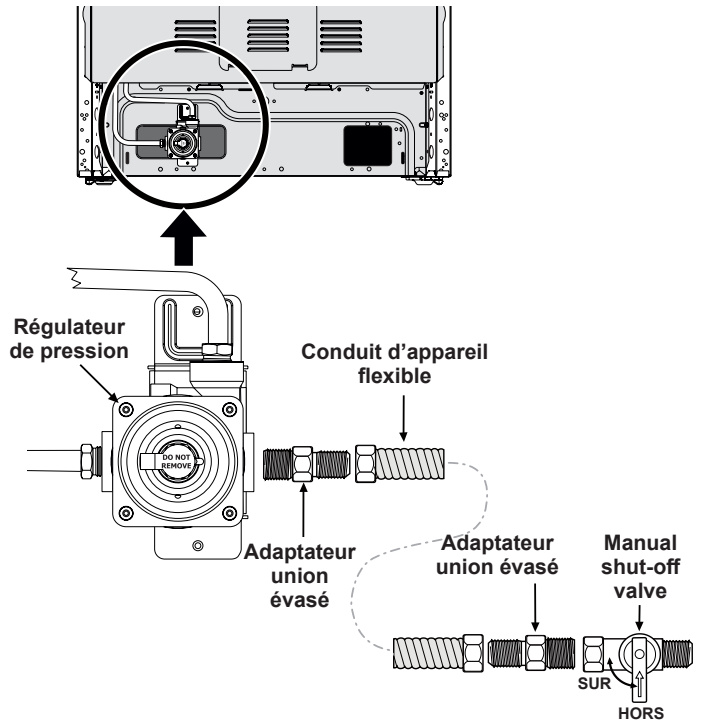

Fig. 8 - raccords de gaz
- a. Installez un robinet d'arrêt de gaz manuel externe sur la conduite d'alimentation en gaz dans un endroit accessible en dehors de la plage. Assurez-vous de savoir où et comment couper l'alimentation en gaz de la cuisinière (voir Fig. 8).
- b. Installer un adaptateur de raccord évasé de 1/2 "sur le régulateur de pression de gaz en n'utilisant pas plus de 15 pi / lb. de couple (voir Fig. 8).
- d. Installez l'adaptateur de raccord évasé sur la vanne d'arrêt manuelle externe (voir fig. 8).
- e. Fixez le conduit flexible de l'appareil à l'adaptateur de raccord à fusée sur la vanne d'arrêt (voir fig. 8).